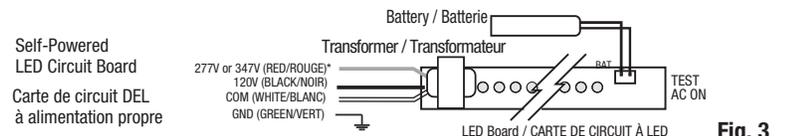

Fig. 3
- 6a. OPTIONAL - AC/DC MODELS: Make proper wiring connections between emergency backup DC supply and lead wires from LED circuit board. For units equipped with a DC INPUT Voltage selector with two leads, adjust the switch to a desired input voltage before wiring the unit: BLUE = (-) YELLOW = (+) (Fig. 3).
- 6b. OPTIONAL - SELF-POWERED MODELS: Plug the battery connectors into matching battery pins on LED circuit board (Fig. 3).
5. Make proper wiring connections between the incoming AC supply and the circuit board transformer: RED = Line 347 V or 277 V if applicable; BLACK = Line 120 V; WHITE = Neutral (Fig. 3).
5. Effectuer les branchements appropriés (dans la boîte de jonction) entre l'alimentation CA et le transformateur de la carte de circuit: ROUGE – ligne de 347 V ou 277 V si applicable; NOIR – ligne de 120 V; BLANC – neutre (Fig. 3).
- 6b. MODÈLE AUTO-ALIMENTÉ – EN OPTION: brancher les connecteurs de la batterie dans les connecteurs pour la batterie sur la carte de circuit imprimé DEL (Fig. 3).
5. Effectuer les branchements appropriés (dans la boîte de jonction) entre l'alimentation CA et le transformateur de la carte de circuit: ROUGE – ligne de 347 V pour tous les unités ou 277 V si applicable; NOIR – ligne de 120 V; BLANC – neutre (Fig. 3).
2. Check the AC connections to the transformer. Insure that the input voltage wiring matches the markings on the transformer wires being used (Fig. 3).
1. Check the DC wire connections. Insure that the DC input voltage wiring matches the markings on the LED board wires being used, and that the polarity is correct (Fig. 3).
2. Vérifier les connexions CA de l'assemblage transformateur. S'assurer que le filage de la tension d'entrée corresponde avec le marquage sur les fils de l'assemblage transformateur utilisés (Fig. 3).
1. Vérifier les connexions des fils CC. S'assurer que la tension d'entrée CC corresponde avec les fils du circuit imprimé DEL utilisés et que la polarité soit correcte (Fig. 3).